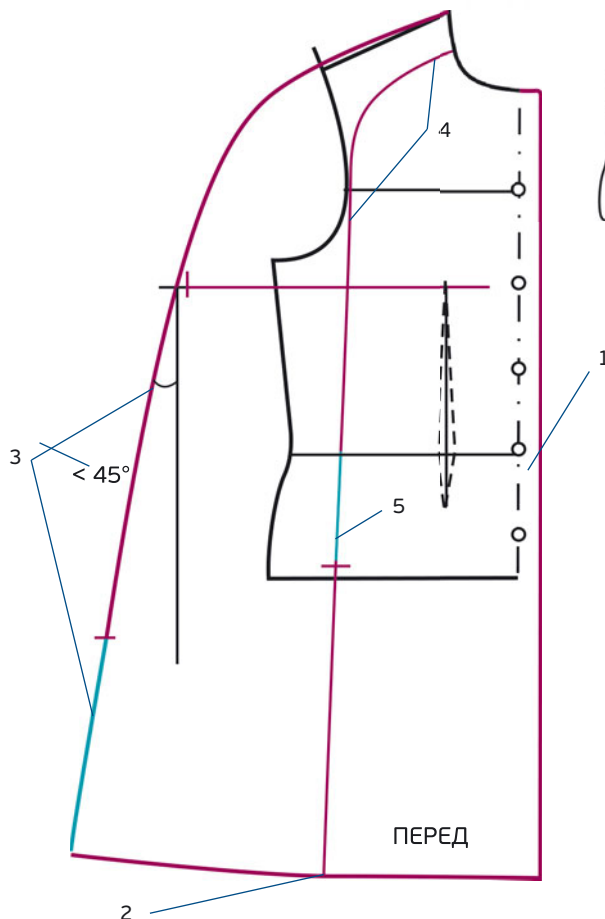

РИС. 1
3. Начертите боковую линию, формируя угол менее 45° с вертикальной линией; если он будет больше, то боковая линия будет слишком заостренной (чтобы получить более широкую плащ-накидку, необходимо раздвинуть детали по обе стороны от рельефной линии переда). Наметьте затем высоту разреза примерно в 25–30 см (рис. 1, синим цветом).
4. Начертите рельефную линию переда (рис. 1 на предыдущей странице), формируя изгиб от горловины на треть обхвата горловины переда через пройму на уровне линии ширины плеча и завершая вертикальной линией до низа плащ-накидки (ширина под линией плеча примерно 7–10 см).
5. Начертите в рельефной линии отверстие для прохождения руки от линии талии по направлению к низу (удобная длина = 17–20 см; рис. 1 на предыдущей странице, синим цветом).